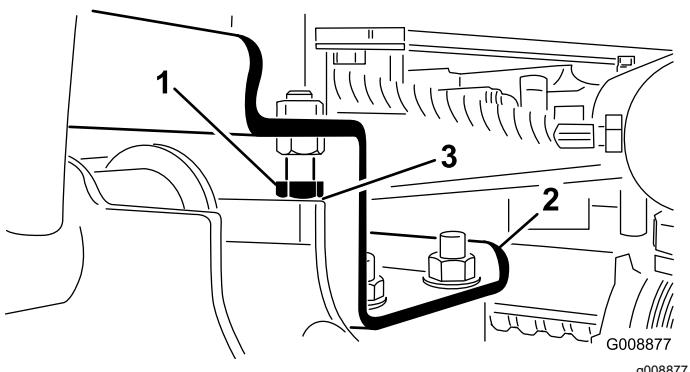

Figure 12
- Desserrez les boulons d'arrêt (Figure 12).
- Vérifiez que l'écartement entre chaque bras de relevage et le boulon d'arrêt est de 0,13 à 1,02 mm (Figure 12). Si ce n'est pas le cas, réglez les boulons d'arrêt de manière à obtenir l'écartement voulu.